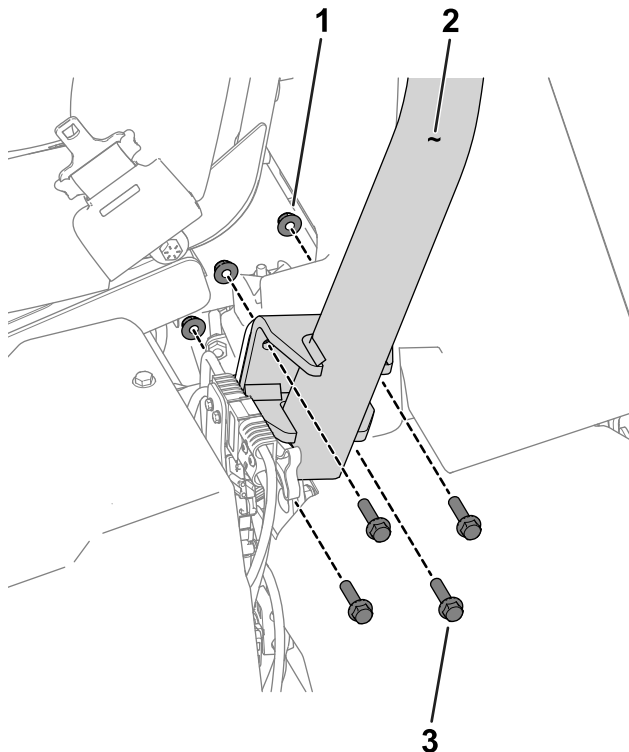

Bild 3
3. Verwenden Sie 8 Sechskantschrauben ($\frac{3}{8}$ " x $1\frac{1}{2}$ "") und 8 Muttern ($\frac{3}{8}$ ""), um den Überrollbügel an den Überrollbügelhalterungen auf jeder Seite der Maschine zu befestigen (Bild 3).